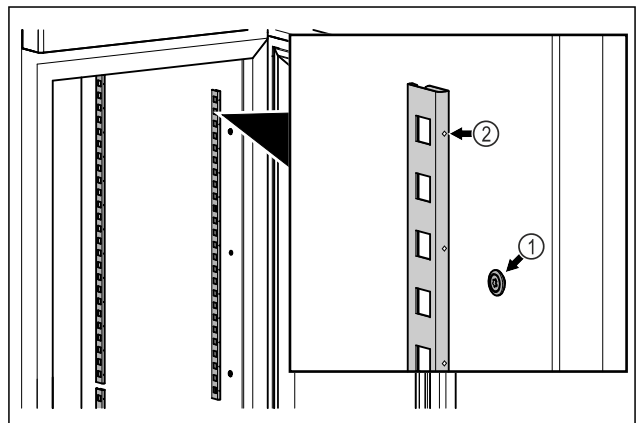

Fig. 15 Primjer izgleda
- ▶ Zakvačite letvice u ovjes *Fig. 15 (1)*. Oznaka *Fig. 15 (2)* mora biti okrenuta prema naprijed.